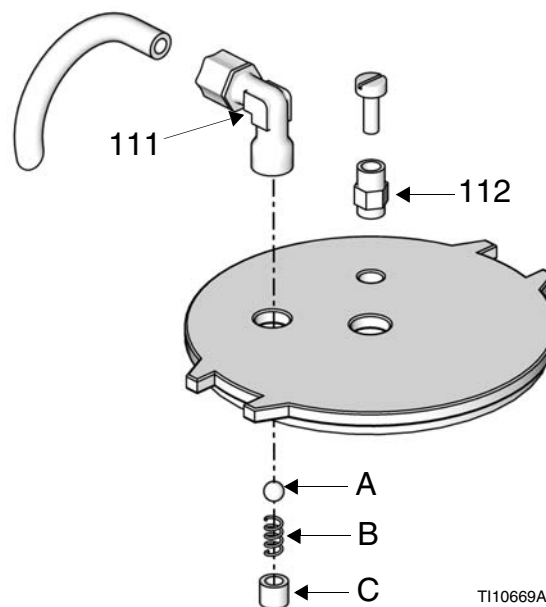

FIG. 3
3. Après chaque usage, vérifier l'absence de peinture et de résidus sur et dans la soupape antiretour (113) au fond du coude de l'entrée de pression (111). Voir FIG. 3. Si nécessaire, dévisser la bague de retenue en laiton (C) de la soupape antiretour, sortir le ressort (B) et la bille (A) et plonger dans un solvant approprié. Remonter l'ensemble et veiller à ce que la partie étroite du ressort soit bien orientée vers la bille lorsque glissée dans le coude.